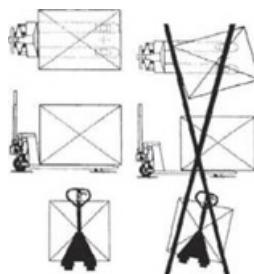

Рис.6
6.2. іп навантаження показаний на рис. 6..